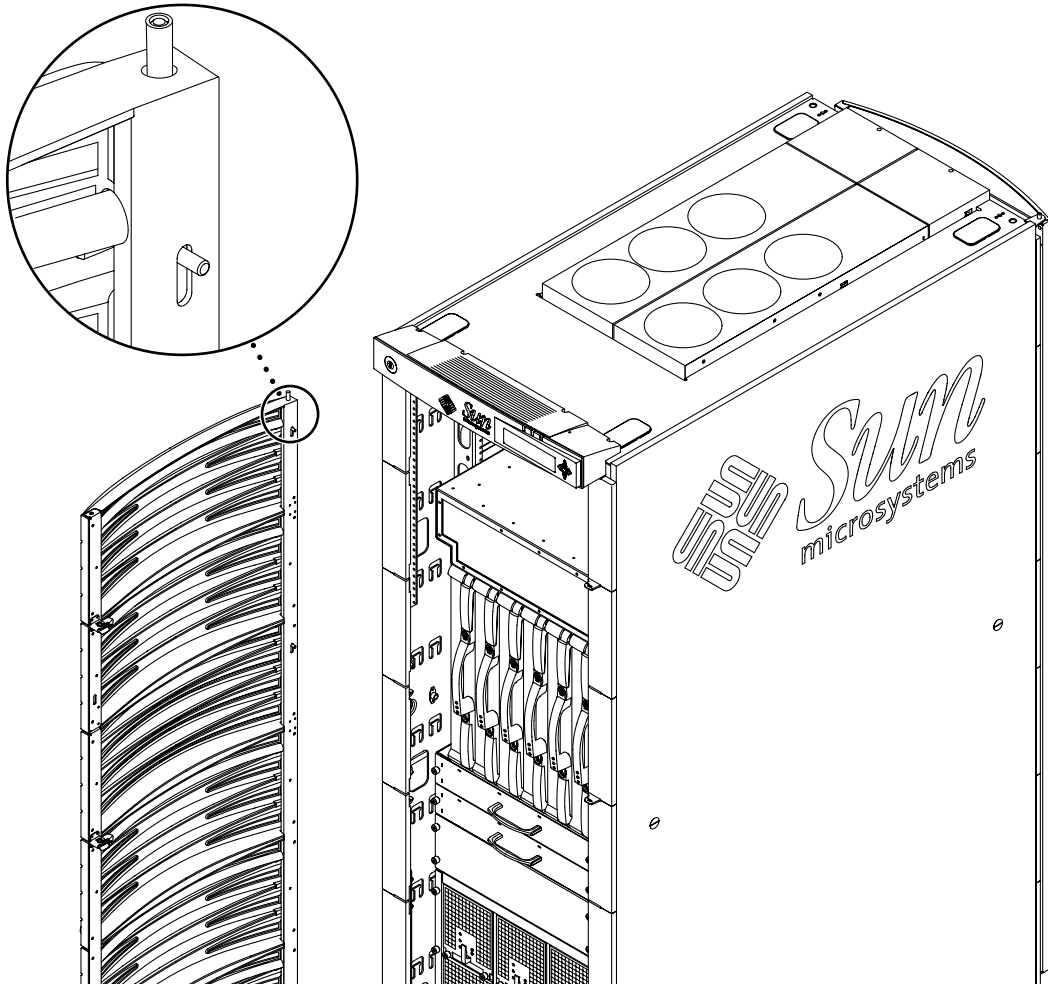

図 12-1 ドアの取り外し — Sun Fire 6800 システム
3. ドアパネルを持ち上げてフックを外し、正面および背面のドアを取り外します (図 12-1)。